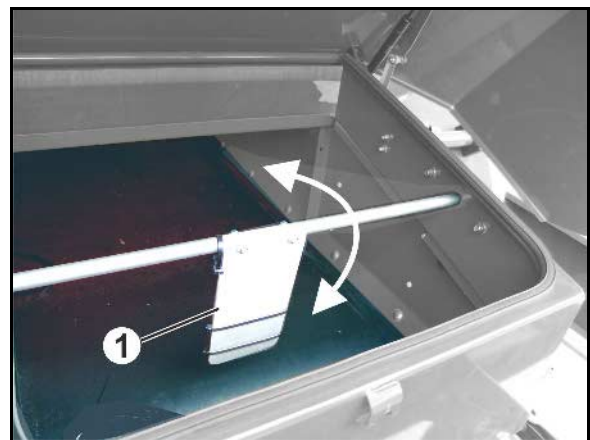

Рис. 73
3. Проверьте регулировочную заслонку (Рис. 73/1) на лёгкость хода и при необходимости отрегулируйте установочные кольца.
Упор регулировочной заслонки настраивается с помощью винта (Рис. 73/2) Когда регулировочная заслонка доходит до упора, импульсный диск (Рис. 73/4) должен перекрывать датчик (Рис. 73/3).